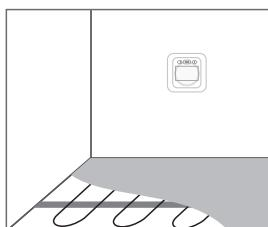

Рис.5
8. Залейте клеевой раствор, либо цементно-песчаную стяжку (Рис.5)